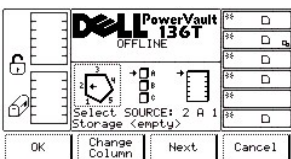

图 38. 命令 > 移动 > 扫描条形码对话框
选择扫描条形码后，将显示“扫描条形码对话框”。请参见图 38。通过该选项可以清点一定范围内的槽位。
- 1 如果选择**下一步**软键下方的按钮，则当前的源参数将从槽位变为列，如在“扫描条形码对话框”中所示。请参考前面的图 38。